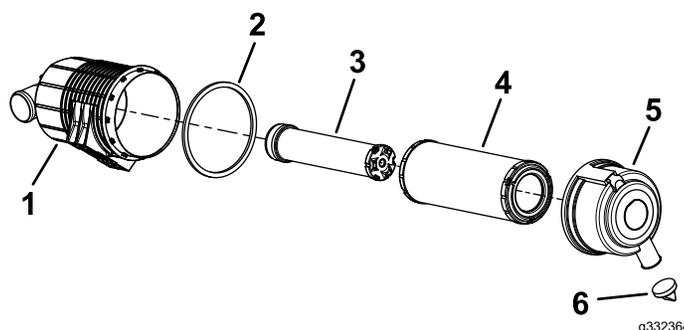

Figura 35
5. Revisionate il filtro dell'aria e l'elemento di sicurezza quando segnalato (Figura 35).